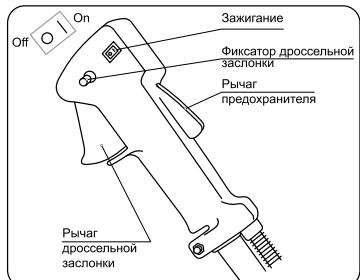

рис. 10
5. Переведите выключатель зажигания, расположенный на рукоятке управления, в положение ON/1. Нажав рычаг предохранителя, нажмите рычаг дроссельной заслонки (рычаг газа) и зафиксируйте его в нажатом состоянии с помощью фиксатора (рис. 10).
- Включите зажигание выключателем, расположенным на управляющей рукоятке (рис. 10).
- Нажав рычаг предохранителя, нажмите рычаг дроссельной заслонки (рычаг газа) и зафиксируйте его в нажатом состоянии с помощью фиксатора (рис. 10).